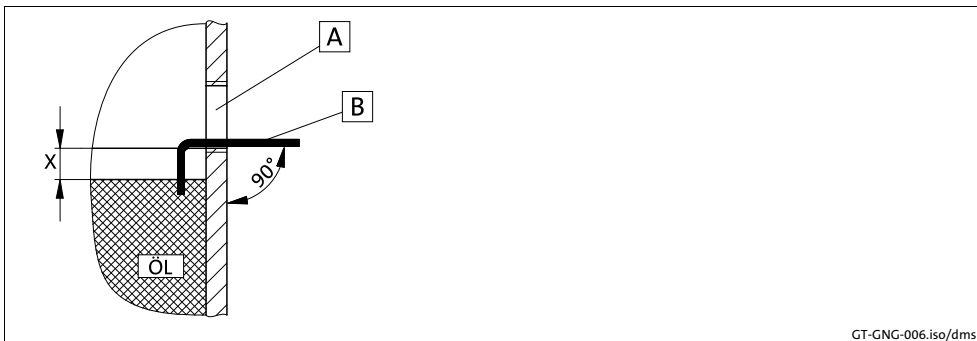

Abb. 3 Ölstandkontrolle mit Hilfswerkzeug
- min. Ölstand: X mm unterhalb der Unterkante der Ölstandsbohrung (siehe Abb. 3).